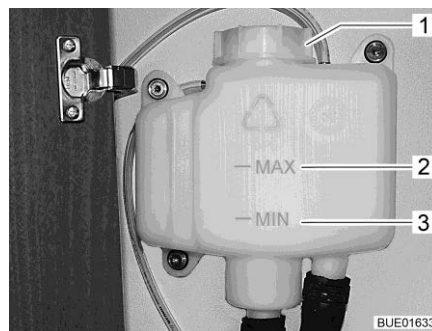

Fig. 214 Vase d'expansion sans cache
- Contrôler si le liquide se trouve entre les marques "MIN" (Fig. 214,3) et "MAX" (Fig. 214,2) sur le vase d'expansion (Fig. 214).
- Ouvrir le bouchon du vase d'expansion (Fig. 214,1).